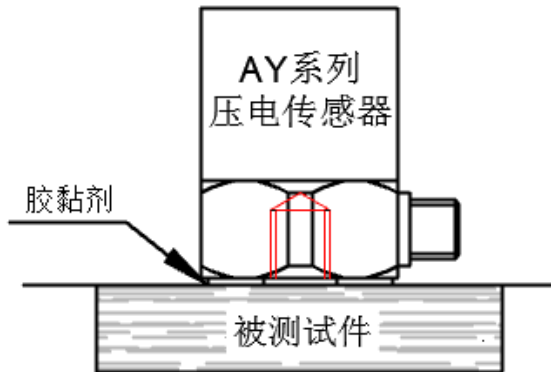
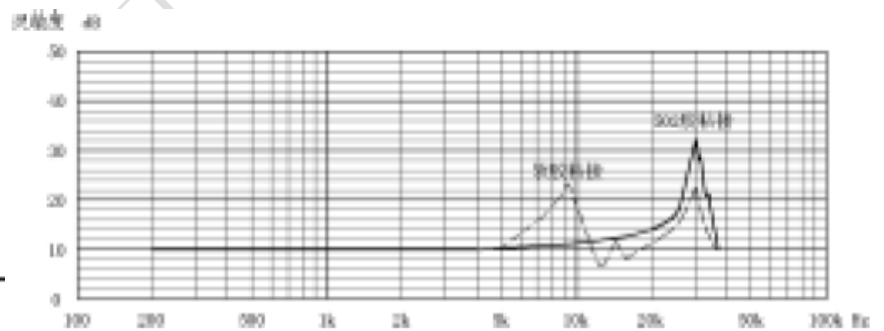

图 9 胶粘剂安装示意图
图 10 粘接座与胶黏剂安装频响曲线图
(4) 胶粘剂安装：可用多种胶黏剂粘接，胶接面要平整光洁，并需按胶接工艺清洗胶接面。目前常用的 502 胶粘接工艺如下：a. 先用 200-400#的砂纸对安装面进行打磨；b. 用丙酮或无水乙醇清洗打磨面，并彻底擦干；c. 于粘接部位表面涂抹适量的 502 快干胶，之后用手（或加压）将传感器压住十几秒钟，待胶初步固化后松开手（或去掉压力），静置几分钟，使胶彻底固化达到胶接强度（快干型环氧树脂胶的，胶接方法与其相似。）；d. 欲取下粘接在被测物体上的传感器，请先于粘合部位涂布丙酮（或除胶剂），过几分钟后用起子取下即可，注意不要用力过猛！如轻轻用力取不下时，可再涂布溶剂，待几分钟再轻轻取下。对大加速度的测量，请计算胶接强度。胶粘剂安装示意图及频响曲线图如图 9、图 10 所示：